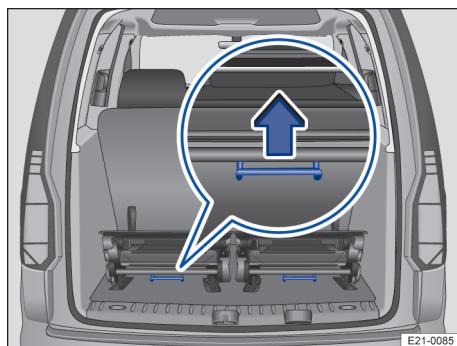

Fig. 73 Al treilea rând de scaune: Demontarea scaunelor.
2. Trageți maneta de sub scaun în sus → fig. 73 (lupă), pentru a debloca scaunul.